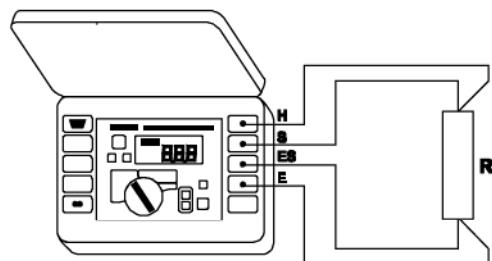

Рис.7. Четырехполюсная схема для измерения сопротивления
- Подключить измеряемое сопротивление к клеммам „**H**“ и „**S**“ и клеммам „**ES**“ и „**E**“ в соответствии с Рис.7.